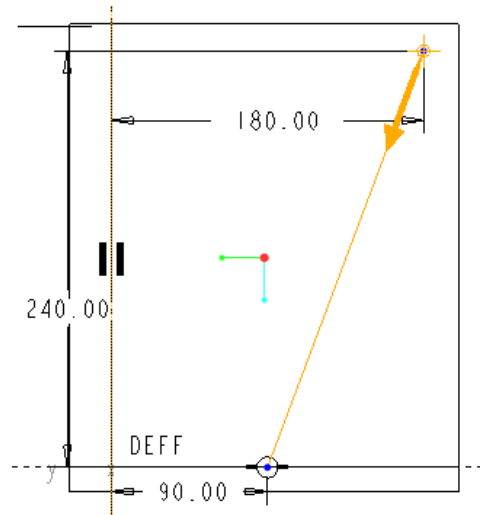
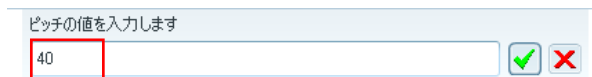

図 9-41 プロファイル線のスケッチ
図 9-42 ピッチ「40」の入力
- ・ 次に「直線」ツールを使用して斜線を描いて(中心線右側、「高さ」と「直径」を設計値、高さ 240、半径 180 (直径 360)、半径 90 (直径 180) と入力する (図 9-41)。スケッチ終了 。ピッチの値を 40 と入力 (図 9-42)。 する。